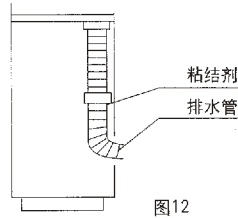

图12
- (2) 排水管应由内向外如图所示倾斜，以便冷凝水排除。
- (3) 为了防止排水管接口处泄漏，请在接口处使用粘结剂，见图12。
- (4) 安装时可根据具体情况来布置管道走向，既可由后板孔内通出，也可在左右侧板或底座相应的孔中通出。